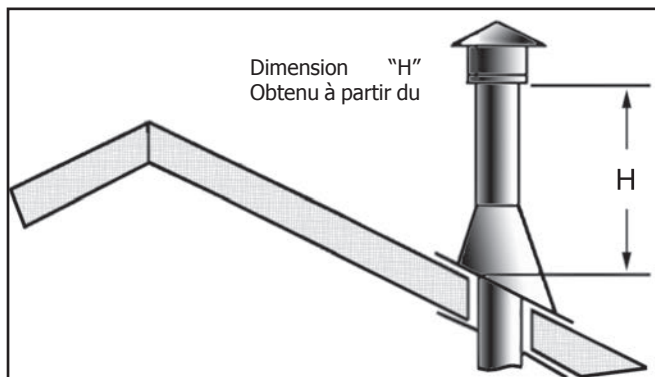

Figure 32: Hauteur de résiliation Vertical;
8. Continuez à ajouter des sections de tuyaux jusqu'à la hauteur du bouchon d'évacuation rencontre les exigences minimales du code. Reportez-vous à la figure 32 et le tableau 6. Notez que plus la pente du toit, la hauteur de l'évent doit être augmentée. Dans des conditions de vent élevées, la proximité d'arbres, lignes de toitures adjacentes, les toits en pente abrupte et autres facteurs similaires peuvent entraîner un mauvais projet, ou vers le bas la rédaction. Dans ces cas, l'augmentation de la hauteur du dégagement peut résoudre le problème.
Tableau 6: Minimum "H" de la figure 32.